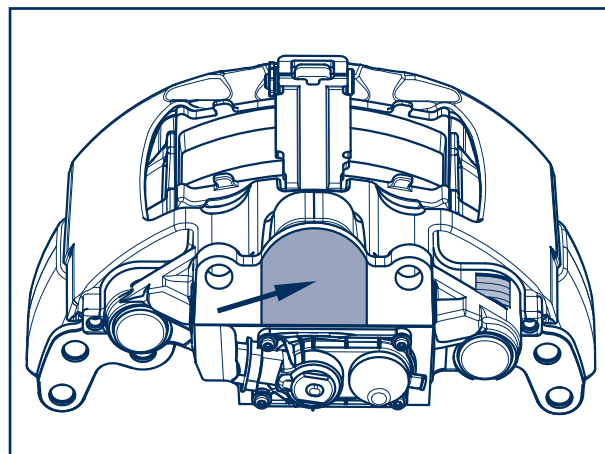

Fig. 5
- [7] Kunststoffkappe bzw. Klebeband im Bereich der Zylinderanflanschfläche am Austausch-Bremsattel, vor der Zylindermontage abnehmen (siehe Fig. 5/Pfeil).
- [7] Remove the plastic cap or adhesive tape in the area of the cylinder flange-mounting surface on the exchange brake caliper before installing the cylinder (see Fig. 5/arrow).
- [7] Retirer la calotte en plastique et/ou le ruban adhésif au niveau de la surface de la bride du cylindre sur l'étrier de frein de remplacement, avant le montage du cylindre (voir fig. 5/flèche).